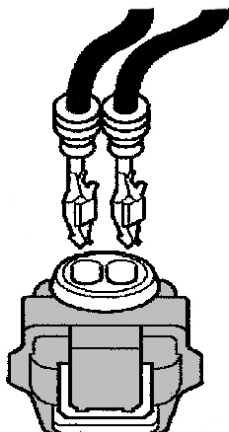

Fig. 2
- Sæt tilslutningskontakterne fast i det nye stikhus (se fig. 2)